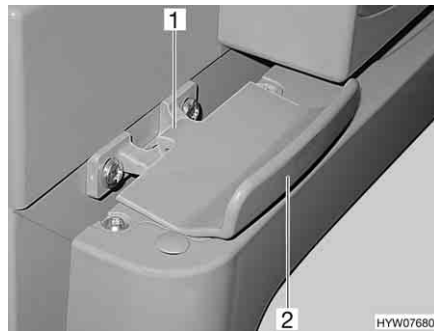

Fig. 227 Dispositif de verrouillage de la porte du réfrigérateur, fermé (Thetford)
- Ouvrir la porte du réfrigérateur sur la poignée (Fig. 227,2). Le verrouillage (Fig. 227,1) sera débloqué automatiquement.